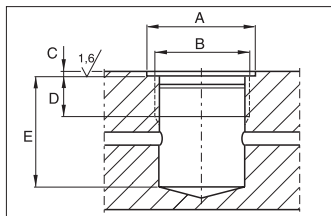

Abbildung 4 - Verteiler für CSM-Zylinder
2. Die Dichtung vor dem Zusammenbau einfetten. (Siehe Abb. 4)
Tabelle B4, Verteilerabmessungen in mm., Siehe Abbildung 4